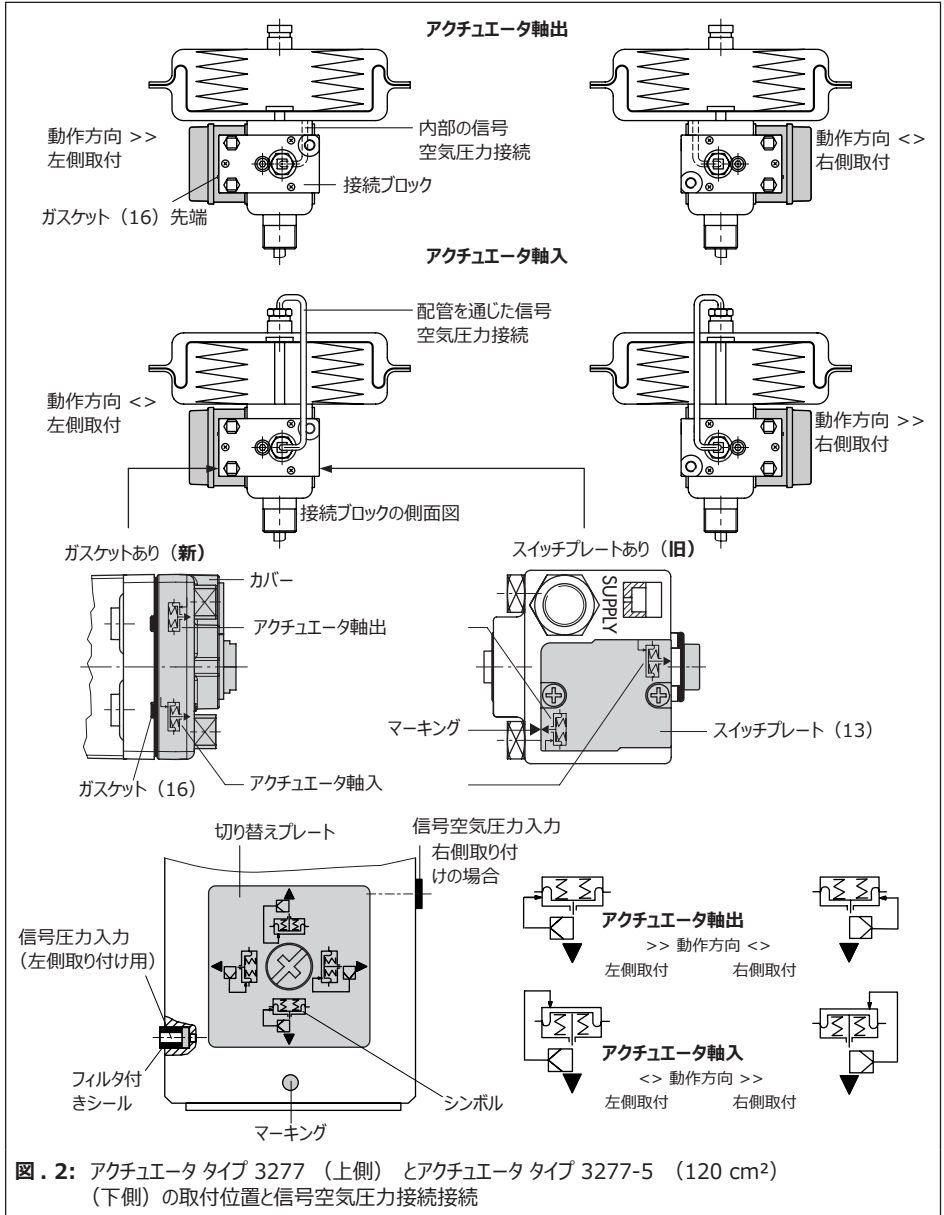

図. 2: アクチュエータタイプ 3277 (上側) とアクチュエータタイプ 3277-5 (120 cm²) (下側) の取付位置と信号空気圧力接続接続
ポジションの動作方向により、アクチュエータ上でのポジションの取付位置も決まります（図. 2、図. 3、図. 5 のイラストを参照）。
7. アクチュエータのフェールセーフ位置「アクチュエータ軸出」または「アクチュエータ軸入」を示すアクチュエータシンボルに一致する位置に、接続ブロック（図. 2、中央）の側面から突き出たガスケット（16）の先端があることを確認してください。
- 信号空気圧力は切り替えプレート（図. 2 および図. 3）を通してダイヤフラムチャンバに伝われます。